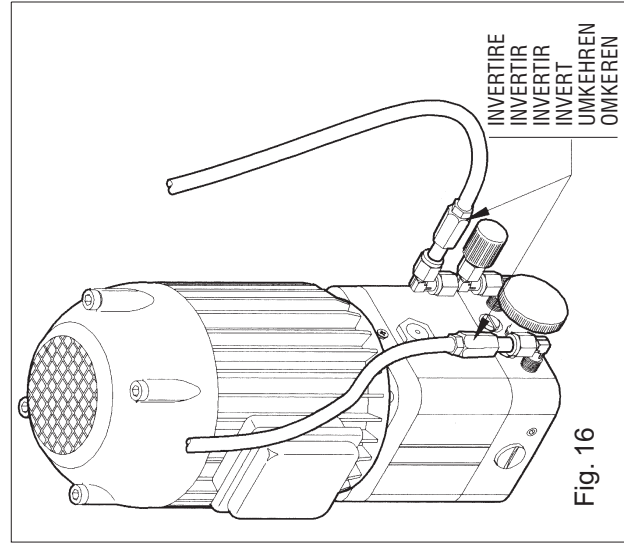

Fig. 16
- 14) Verwissel de beide olieleidingen van de distributeur (fig. 16). Indien nodig moet de vijzel ontluucht worden.